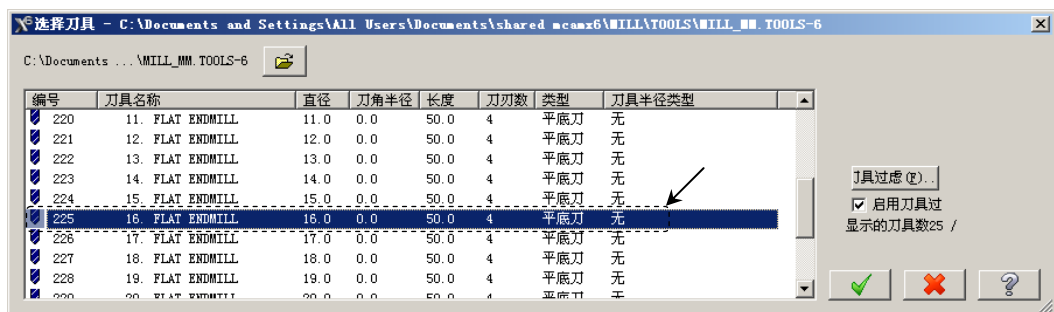

图 12.15 “选择刀具”对话框
Step4. 选择刀具。在“曲面精加工平行铣削”对话框中，单击 **选择刀具...** 按钮，系统弹出“选择刀具”对话框，在该对话框的列表框中选择图 12.15 所示的刀具。单击  按钮，关闭“选择刀具”对话框，系统返回至“曲面精加工平行铣削”对话框。